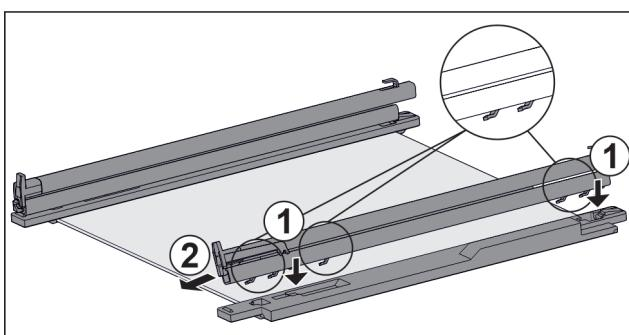

Fig. 121 Sklenená doska s koľajničkami a prídržnými dielmi
- Nasadte háky koľajničky na otvory **ľavého** prídržného dielu. Fig. 121 (1)
- Potiahnite koľajničku dopredu. Fig. 121 (2)
- Nasadte háky koľajničky na otvory **pravého** prídržného dielu. Fig. 121 (1)